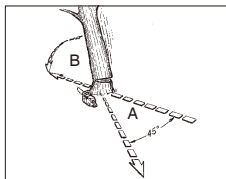

Fig. 11A
⚠ ADVARSEL: En tilflugtssti (A) bør planlægges og gøres klar, før nedskæringerne går i gang. Tilflugtsstien skal gå bagud og diagonalt bagved den forventet retning af hvor træet skal falde, som vist i fig. 11A.
ADVARSEL: Som fældesnittedet kommer tættere på falsen, skulle træet gerne begynde at falde. Når træet begynder at falde, skal du fjerne saven fra snittet, stands motoren, læg saven ned, og forlad området via tilflugtsstien (Fig. 11A).